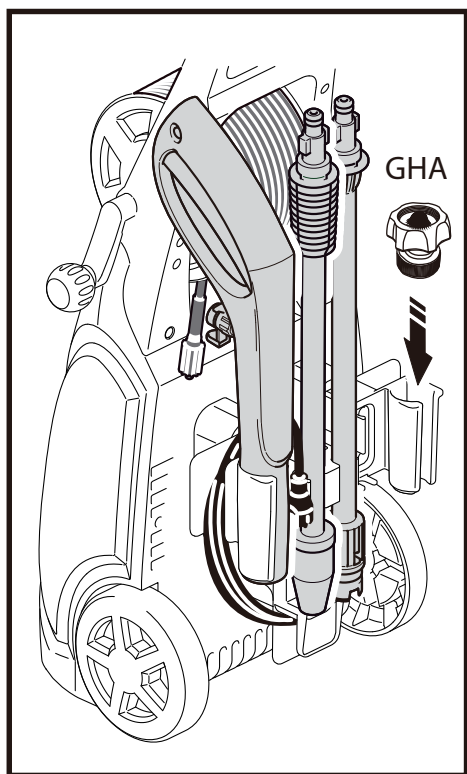

Fig. 2
- Veuillez s'il vous plaît faire référence à la (Figure 2) pour organiser les accessoires à l'intérieur du rangement accessoires.